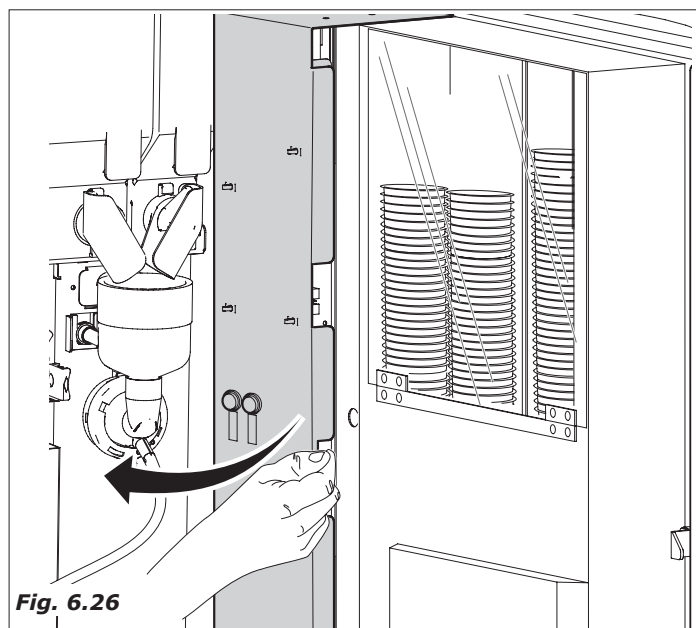

Fig. 6.26
- Abrir a porta da ficha Master (Fig. 6.26)